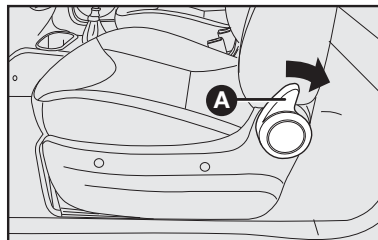

fig. 11
ACESSO AO BANCO TRASEIRO PELO LADO DO MOTORISTA (VERSÕES CABINE DUPLA) – fig. 11
- gire a manopla **A**–fig. 11 no sentido do banco traseiro, o encosto destravar-se-á, sendo projetado para frente.
- o banco retornará à posição longitudinal regulada anteriormente, porém o ângulo do encosto deverá ser reajustado através da manopla **A**–fig. 11 de rebatimento do encosto.